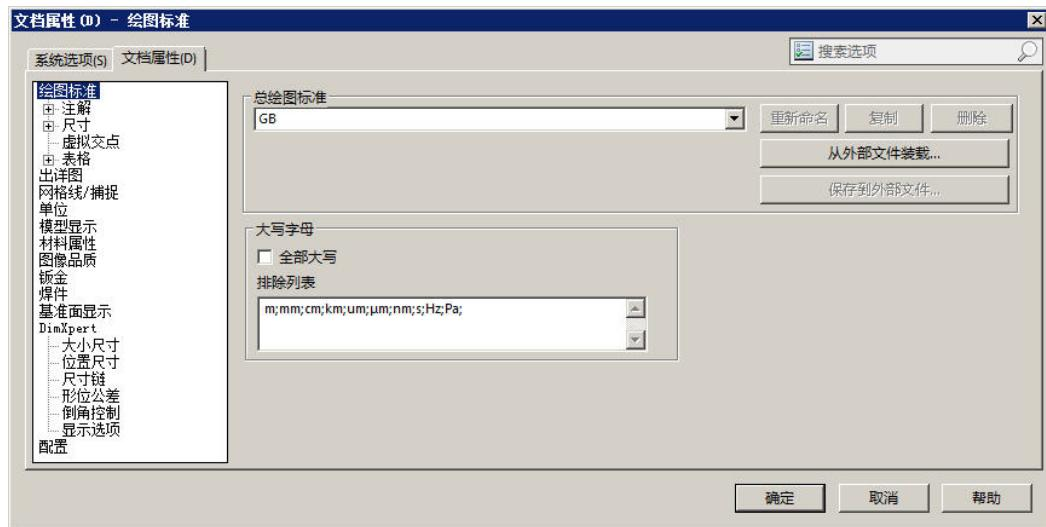

图 9.3.2 “文档属性 (D) – 绘图标准”对话框
Step3. 单击 **文档属性(D)** 选项卡，在该选项卡左侧的列表中选择 **绘图标准** 选项，在对话框中进行如图 9.3.2 所示的设置。